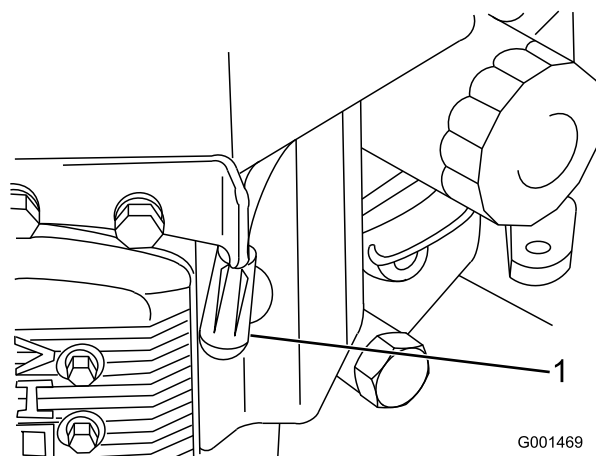

Figure 25
3. Débranchez les bougies (Figure 25).